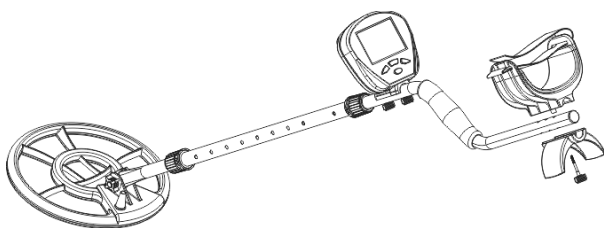

Fig.6
6. Regolare la posizione del braccio di supporto. Svitare la vite sottostante il braccio per il rilascio in altezza, estrarre e regolare il braccio ad un certo posto, poi avvitarlo nuovamente (vedi Fig.6).